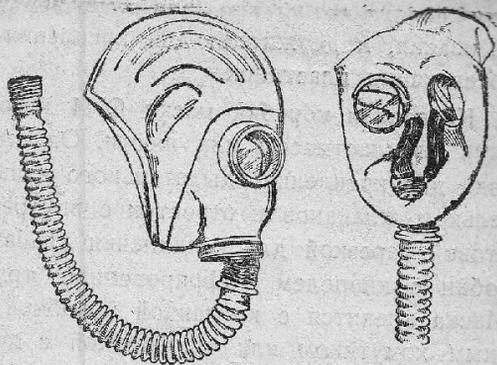

Рис. 4. Шлем-маска ШМ-1. Слева — вид сбоку; справа — вид изнутри
12. Шлем-маска ШМ-1 (рис. 4) представляет собой сочетание шлема с маской, чем